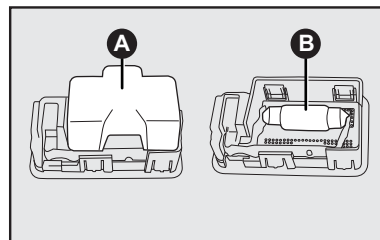

fig. 29
- Quite la tapa **A-fig. 29** tirando de la misma hacia arriba;
- Sustituya la lámpara **B-fig. 29**;
- Recoloque la tapa **A-fig. 29** con una ligera presión y recoloque el portalámpara para en su alojamiento.